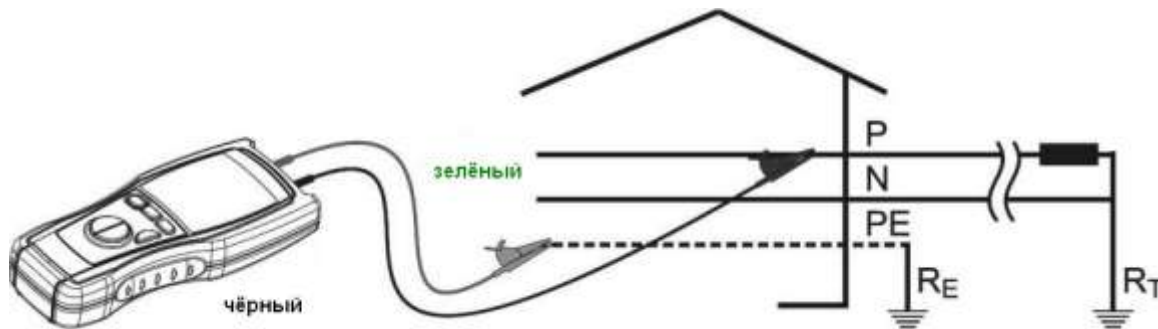

Рис. 2: Схема подключения прибора для измерений напряжения (режим « $V \approx Hz$ »)
5. Подсоедините зажимы-наконечники «крокодил» в требуемых точках к объекту тестирования, как показано на **рис.2**. Напряжение и частота будут отображаться на дисплее прибора. При этом прибор использует функцию «**автовывбор предела**» - т.е. автоматически выбирает соответствующий предел измерений.
7. Прибор выводит экранную информацию, указанную на рис. справа с отображением: режима измерений (V), вида напряжения АС (переменное), значения входного напряжения (**220,4В**) и частоты напряжения (**50,1 Гц**).